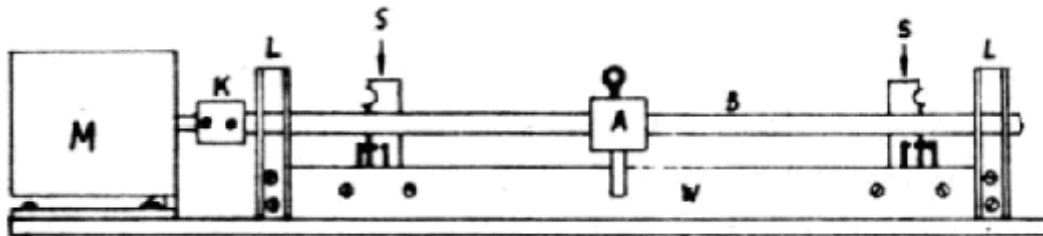

Abb. 1:Prinzipskizze der Braßwinde
Abb. 1 zeigt das Prinzip der Winde. Der Motor (M) ist mit der Gewindestange (B) über das Kupplungsstück (K) verbunden. Auf dem Gewindestab läuft die „Mutter“ (A) hin und her. Angelötet ist unten ein geschlitztes Messingstück. Es greift über den AluStreifen (W) und verhindert das Mitdrehen von (A). An (W) sind die beiden Endschalter (S) montiert, die jeweils eine Drehrichtung des Motors unterbrechen. Für die Lager (L) und Teil (W) verwendete ich Aluminiumprofile.